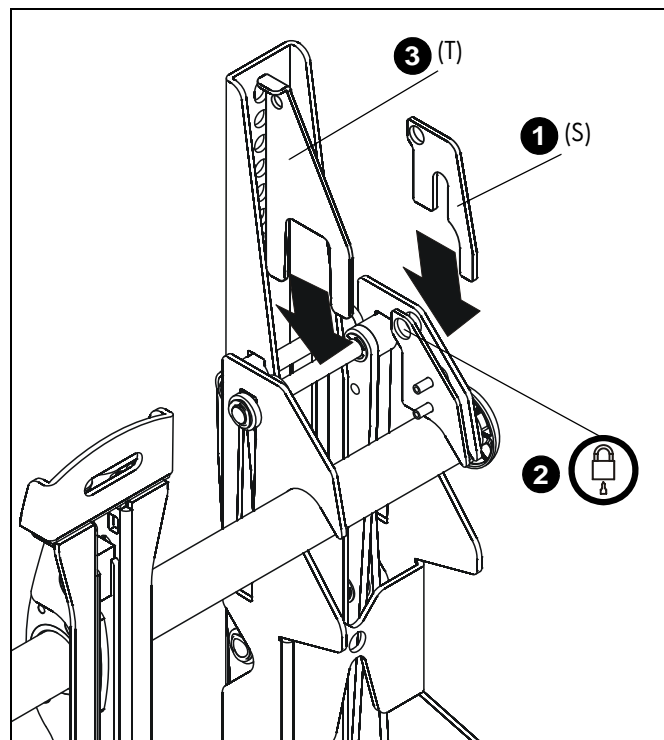

рис. 14
1. Установка защитной скобы (S) на кронштейн. (См. рис. 14)
2. Вставьте висячий замок (не входит в комплект) в отверстия на малой защитной скобе (S) и кронштейне.
3. Установите удерживающую скобу (T) на кронштейн, для защиты в сложенном положении. (См. рис. 14)